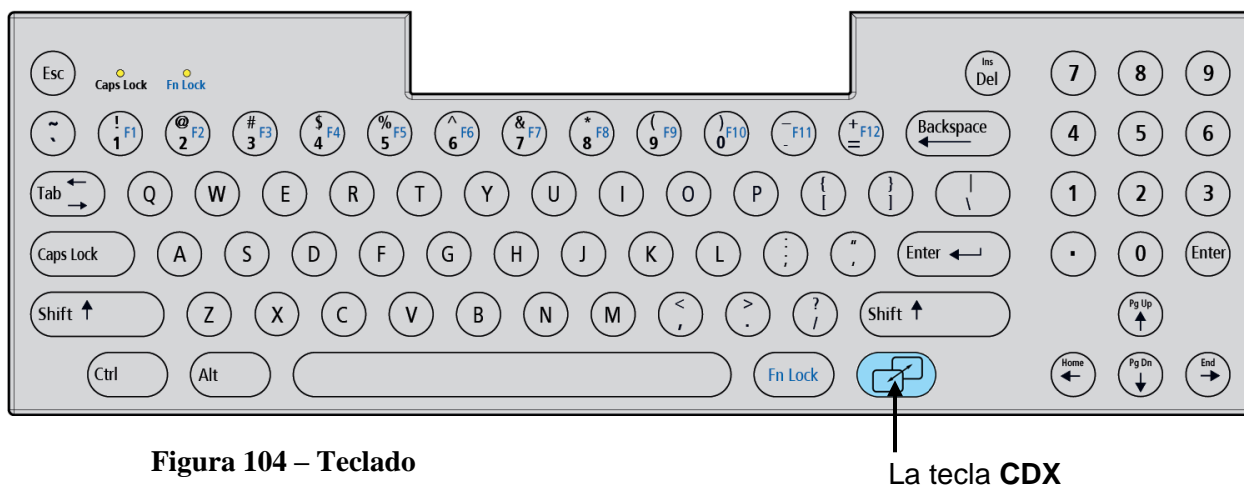

Figura 104 – Teclado
Al pulsar la tecla azul **CDX** en el teclado (vea Figura 104) cambiará entre mostrar Diálisis/DSBE y CDX.
1. Presione la tecla **Power** de la máquina de hemodiálisis 2008T para arrancar la máquina. En la pantalla “Seleccione el Programa”, presione la tecla azul **CDX** en el teclado (vea Figura 104). Se mostrará CDX.